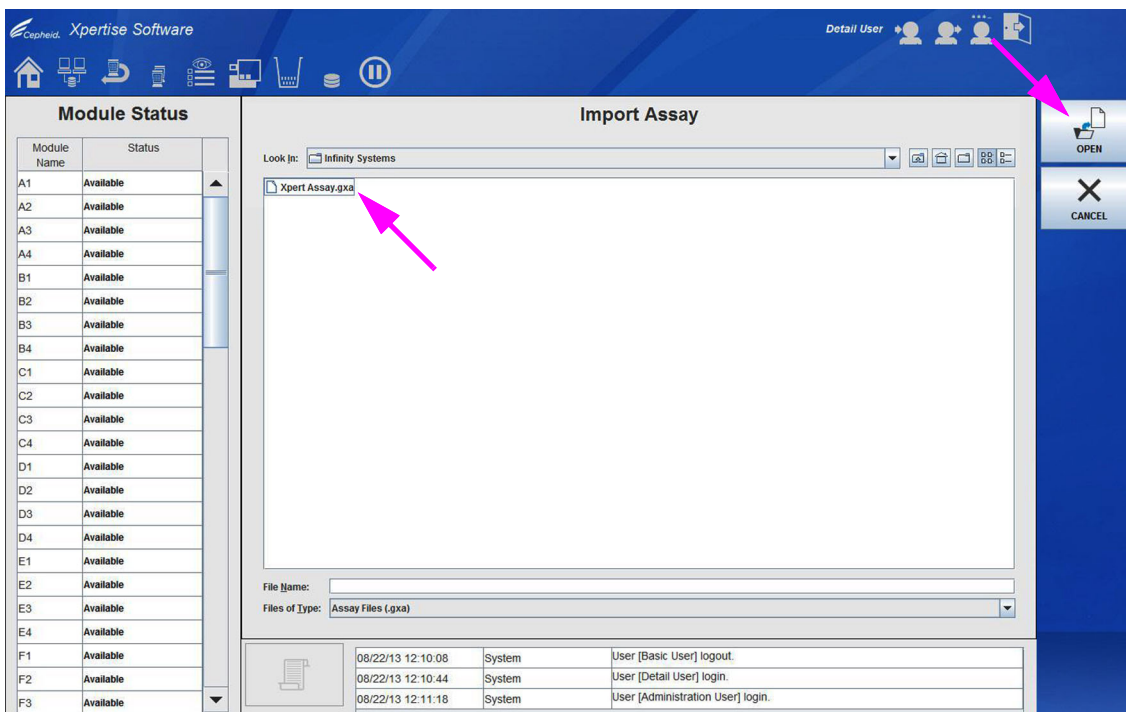

图 2-58. 导入检测法 (Import Assay) 工作区 – 选择要导入的检测法
6. 选择检测法定义 (.gxa) 文件, 然后在导入检测法 (Import Assay) 工作区上选择**打开 (OPEN)** 按钮。请参见图 2-58。